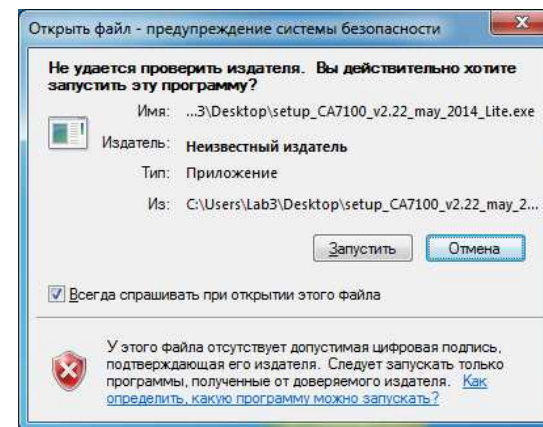

Рисунок 8.2
1) Установить программу управления Мостом "CA7100. Измерение C, tgδ, R", для чего запустить файл setup_CA_7100_v[...].exe, размещенный на инсталляционном диске. На экране появится окно (рисунок 8.2), в котором щелкнуть по кнопке **Запустить**.